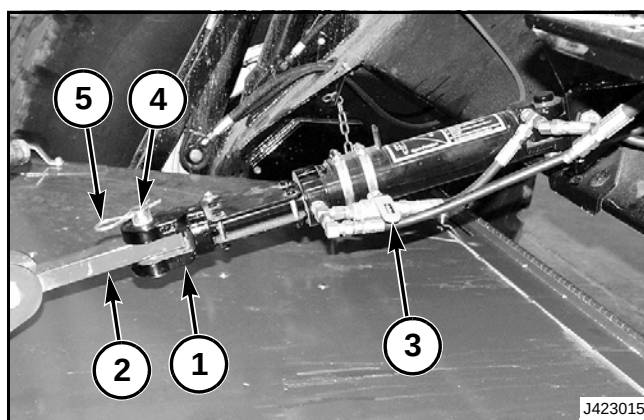

**FIG. 8**
**FIG. 8:** Arranque el tractor y ajuste la longitud del cilindro de ángulo del cabezal usando el interruptor de ángulo del cabezal en la palanca de control de desplazamiento.